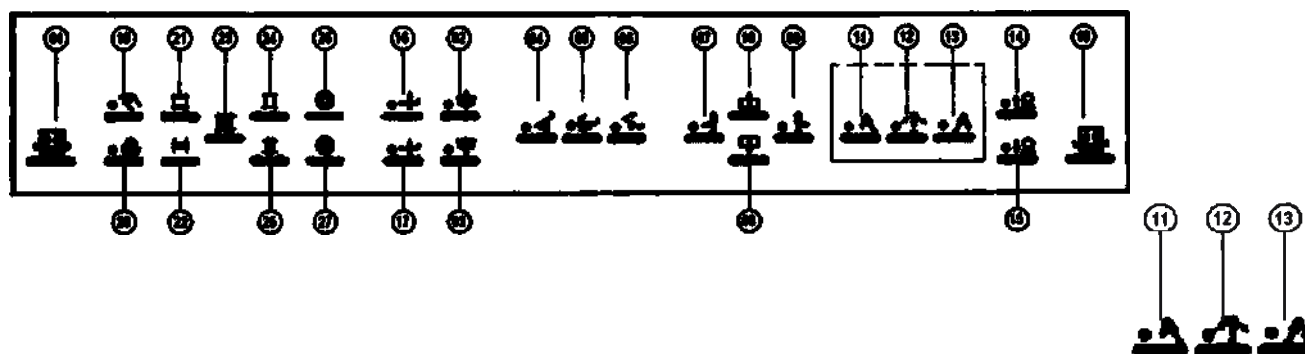

Рис.9
Оператор может отрегулировать угол рентгеновского луча от 0° до - 40° для получения косых проекций, отклоняя влево джойстик 40 на консоли дистанционного управления или нажимая на клавишу 11 на клавиатуре ЭСУ (рис.9). Точно так же колонна будет двигаться от 0° до +40° при отклонении джойстика 40 на консоли дистанционного управления вправо или нажатии кнопки 13 на клавиатуре ЭСУ.
Автоматическая остановка автоматически разрешается при запуске устройства, на что указывают индикатор 48 на консоли дистанционного управления и 12 на клавиатуре ЭСУ (рис.9), которые находятся в положении ВКЛ. (ON).